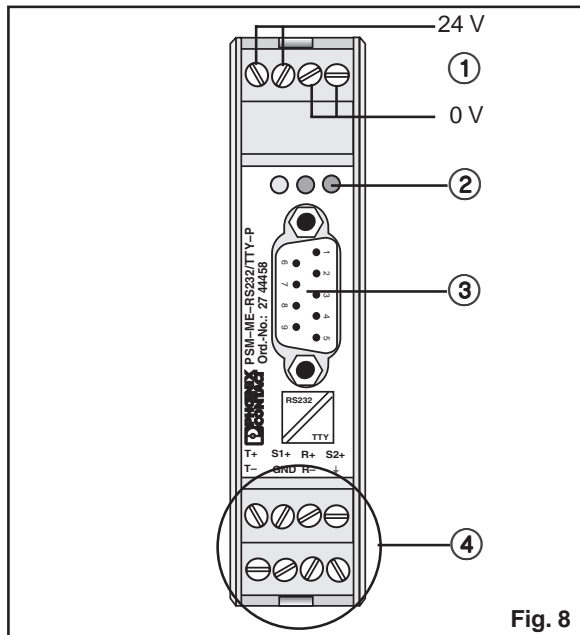

Fig. 8
5.1. Connexions (fig. 8)
- ① **Alimentation des connecteurs**